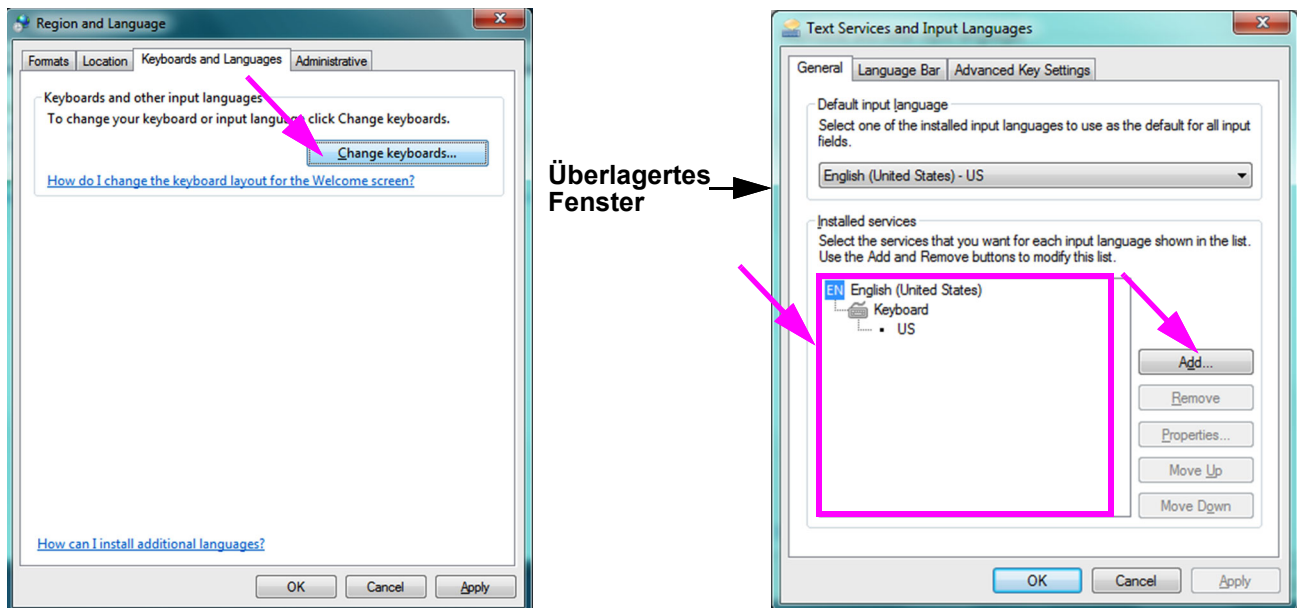

Abbildung C-8. Bildschirme „Region and Language“ (Region und Sprache) und „Text Services and Input Languages“ (Textdienste und Eingabesprachen)
- Wenn die Registerkarte „Keyboards and Languages“ (Tastaturen und Sprachen) angezeigt wird, klicken Sie auf die Schaltfläche **Change Keyboards... (Tastaturen ändern...)** (vgl. Abbildung C-8). Ein Overlay-Fenster erscheint, in dem die „Installed Services“ (Installierten Dienste), d. h. die verfügbaren Sprachmodelle für die Tastatur, aufgeführt sind.
Falls die gewünschte Sprache im Feld „Installed Services“ (Installierte Dienste) nicht vorhanden ist, klicken Sie auf die Schaltfläche **Add (Hinzufügen)** (vgl. Abbildung C-8).